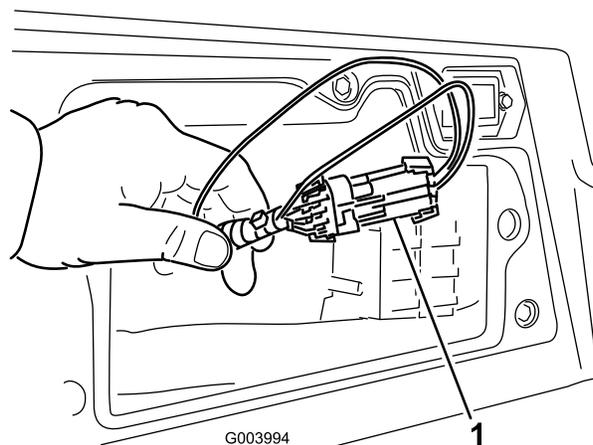

図 49
3. コントローラの近くにあるワイヤハーネスとそのコネクタを探し出す（図 49）。